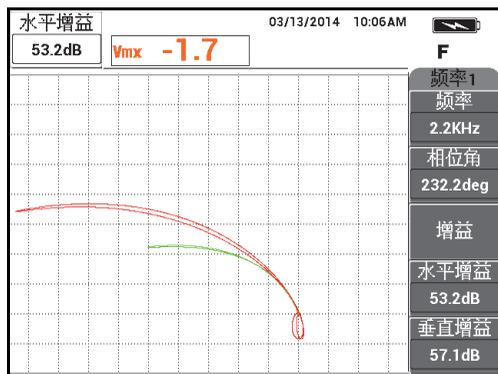

图 5-123 调节频率 1 信号的水平波幅
13. 按两下增益键 (**dB**)，然后降低频率 1 信号 (绿色) 的水平波幅，直到它正好延伸到平衡点左侧的 5 个分区 (参见第 200 页的图 5-123)。